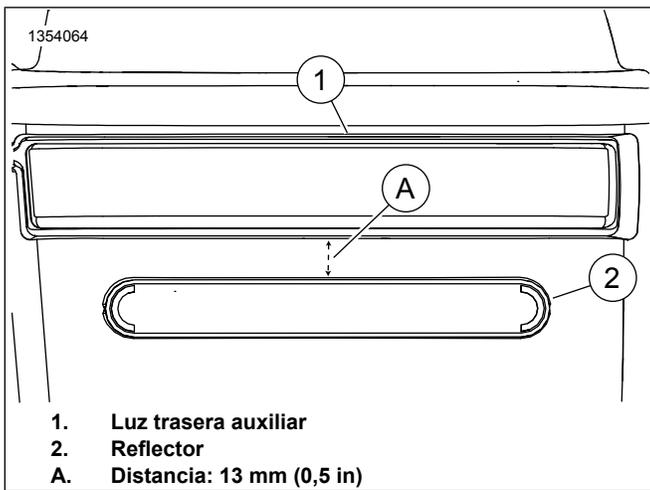

Figura 9. Ubicación de los reflectores
- b. Ver Figura 9 . Coloca el reflector (2) en la parte trasera de la alforja centrada y Distancia: 13 mm (0,5 in) debajo de la luz trasera auxiliar (1).